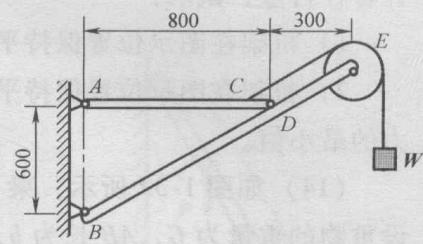

图 1-26
(8) 起重构架如图 1-26 所示，尺寸单位为 mm。滑轮直径  $d = 200\text{mm}$ ，钢丝绳的倾斜部分平行于杆  $BE$ 。吊起的载荷  $W = 10\text{kN}$ ，其他重量不计，试求固定铰链支座  $A$ 、 $B$  的约束力。